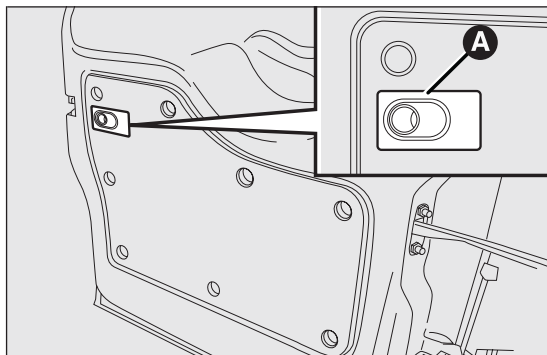

fig. 83
- agire sul dispositivo A fig. 83 ubicato sulla parte interna della porta a battente destra;